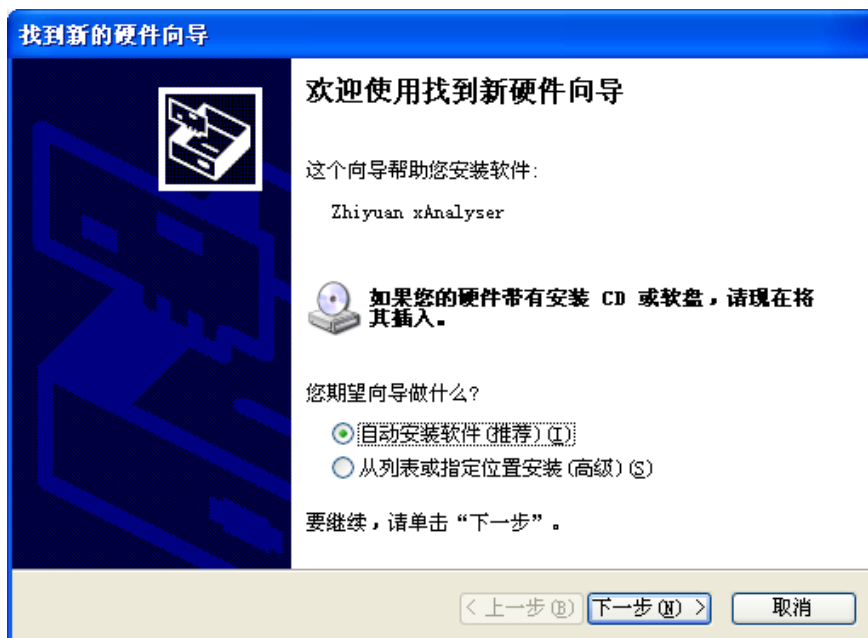

图 2.17 新硬件向导
2. 此时会提示“发现新硬件”，并弹出图 2.17 对话框，选择“自动安装软件”，并点击【下一步】进行安装。